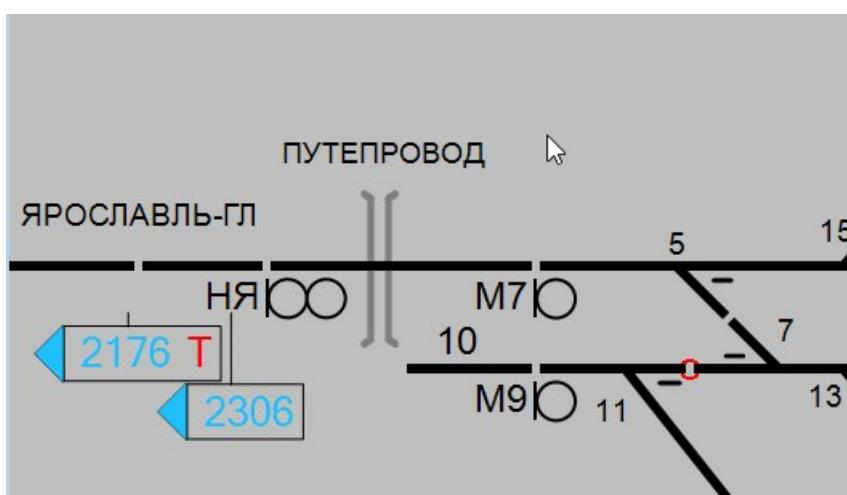
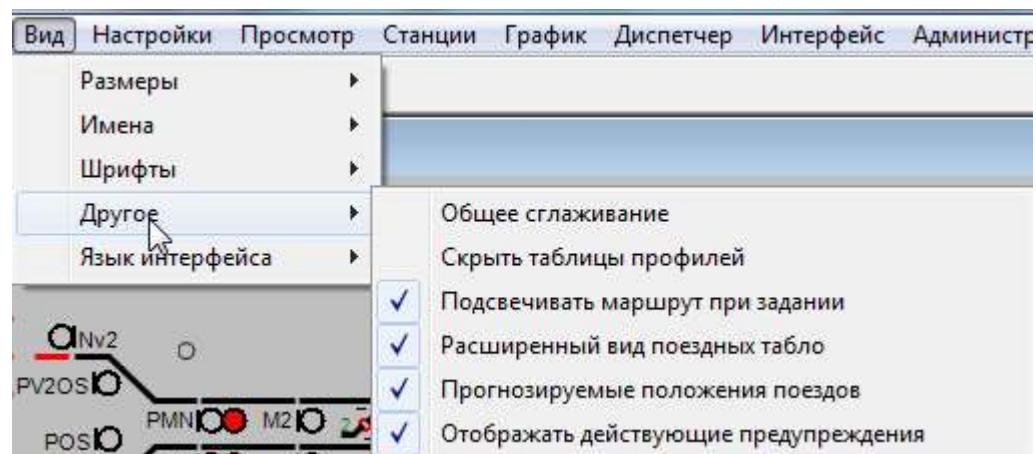

Рис. 328. Обычный вид поездных табло.
Рис. 330. Пункт меню «Вид» - подпункт «Другое»
- «Другое». Подпункт позволяет включать/отключать функцию сглаживания отображения элементов мнемосхемы. Галочка показывает, что функция сглаживания отображения элементов мнемосхемы включена.(см. рис. 330). Для включения «расширенного вида поездных табло» необходимо поставить галочку в соответствующем подпункте. Разницу в отображении можно посмотреть на рис. 328, 329.